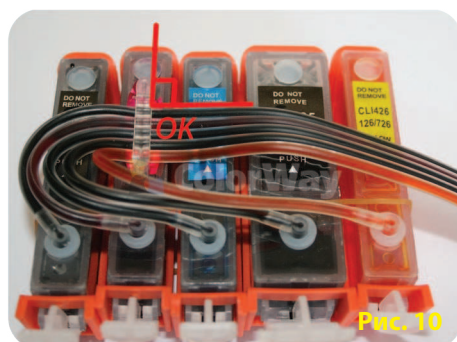

Рис. 10
4.6. Перед установкой блока картриджей в принтер обратите внимание, что шлейф должен быть закреплён строго перпендикулярно держателю на картридже. (Рис. 10). Если шлейф не будет закреплён строго перпендикулярно (Рис. 11), есть вероятность вырывания держателя шлейфа на картридже, что приведёт к заклиниванию каретки. Держатель шлейфа на блоке картриджей должен четко фиксировать шлейф и не давать ему болтаться.